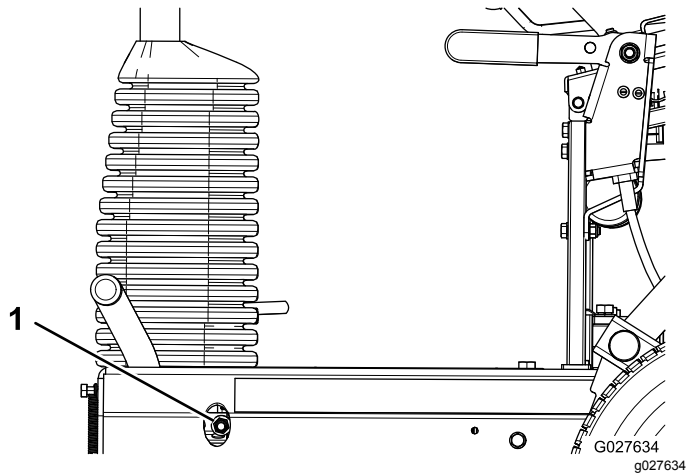

图37
- 要增大制动力可拧紧刹车锁紧螺母 图37。
- 要减少制动力可拧松刹车锁紧螺母 图37。